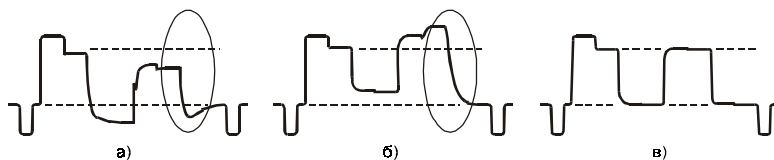

Рис. 3.27. Осциллограмма сигнала R при регулировке фильтра «клеш»:
- Увеличивая значение параметра BELL-F0, добиться получения осциллограммы, показанной на рис. 3.27.а.
- Уменьшая значения данного параметра, добиться осциллограммы, показанной на рис. 3.27.б, особое внимание обратите на форму сигнала в районе перехода от красной к синей полосе (на рис. 3.27.а,б выделено овалом).
Именно такая методика настройки фильтра «клеш» приведена в фирменных сервисных документах. По скромному мнению автора, уловить момент окончания изменения параметра BELL-F0 в сторону уменьшения с целью получения требуемого вида осциллограммы довольно сложно. Гораздо проще изменять этот параметр до получения оптимального вида осциллограммы, показанного на рис. 3.27.в.